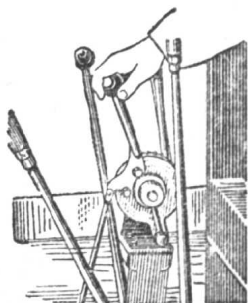

图9 柴油机发动时加速杆的位置
20. 断开减压装置（减压杆放在“工作”位置），加热柴油机几分鐘之后，接通减压装置（减压杆拉回“起动”位置），然后将加速杆的止动肖拔出，將加速杆从原位向自己方向拉动一半行程使其开始供油（图9）。